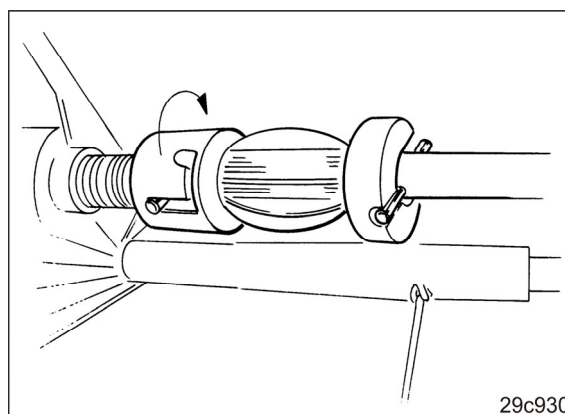

Fig. 210
1. Aktivering af såakslen i venstre side (Fig. 210)